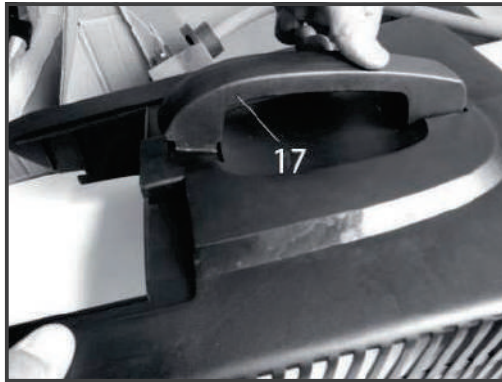

Рис.21
2. Возьмитесь за ручку (17) на травосборнике. Рис. 21